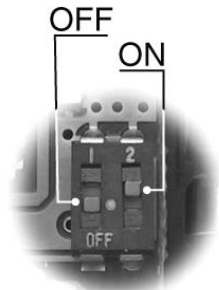

Fig. 4
- aprire lo sportellino posteriore della chiave e posizionare il dip-switch n. 1 in posizione OFF ed il dip-switch n. 2 in posizione ON (vedi Fig. 4). Richiudere lo sportellino;
- open the rear hatch of the key and place the dip-switch n. 1 in the OFF position and the dip-switch n. 2 in the ON position (see Fig. 4). Close the hatch;